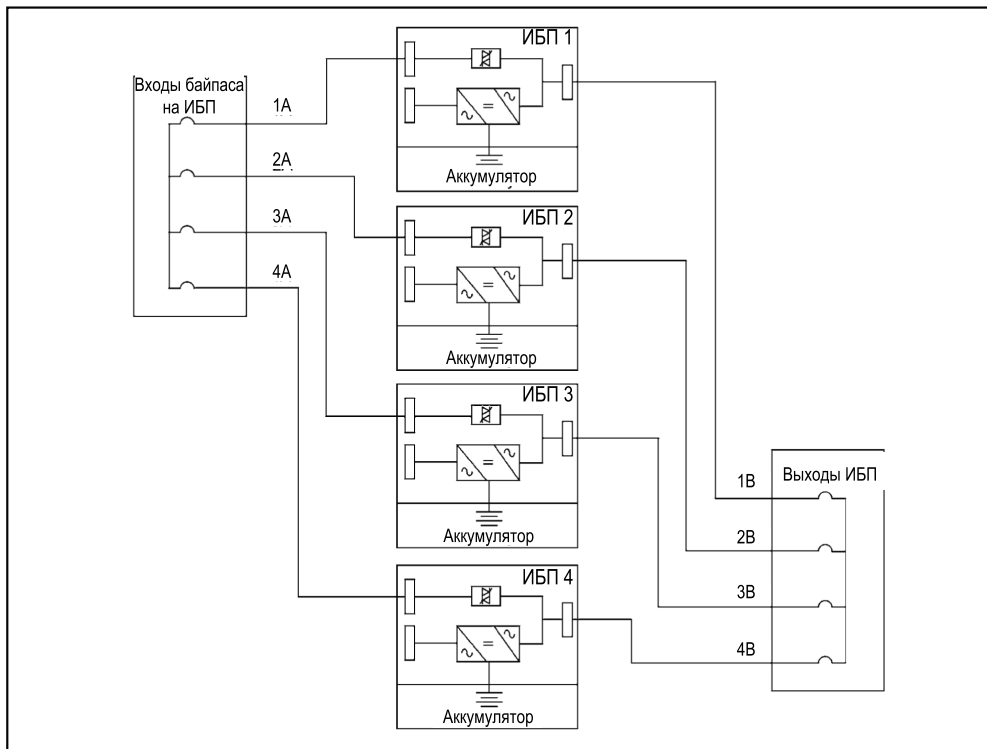

Рис. 4-13: Системные соединения параллельного ИБП
2. Сведения о монтаже параллельной системы приведены в *Рис. 4-13: Системные соединения параллельного ИБП* на стр. 44.